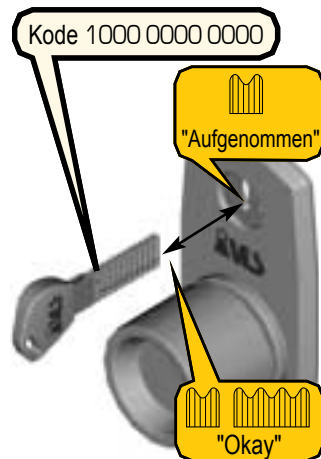

Abbildung 26 - Programmieren des Betriebskodes Nr. 1 (obligatorisch)
2. Wählen Sie den Kode 1000 0000 0000 (Abb. 26) auf dem Schlüssel zum Programmieren des Betriebskodes Nr. 1.